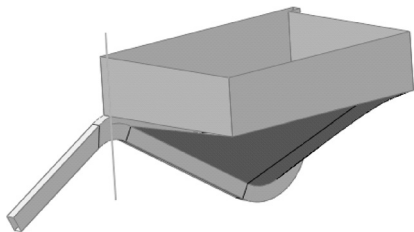

图 4-58 切割面操作
STEP 13 在 **STEP 3** 创建的面中绘制一条与输出槽零件出口后侧的面“共线”且“竖直”的直线, 然后单击“曲线”工具栏中的“分割线”按钮, 使用绘制的直线对 **STEP 3** 中绘制的面进行分割, 如图 4-58 所示。